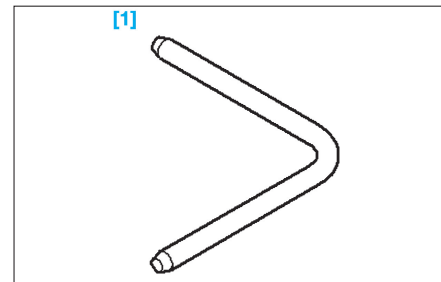

FIG. 5
- [1]. Goupille de blocage ref. T10060A (Fig.5).